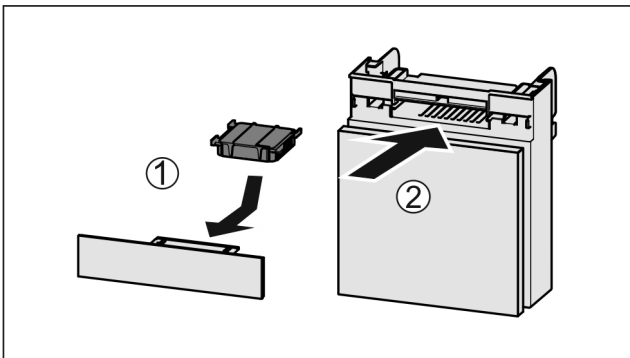

Fig. 36
- ▶ Introduzca el compartimento Fig. 36 (2).